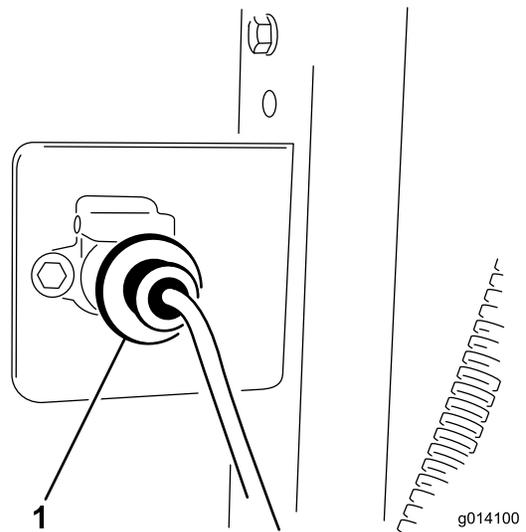

图10
3. 用两个 1/4 x 1 英寸的螺栓和螺母将线束插座固定到支架 (图10)。
5. 将基座线束连接到牵引车的线束 (图10)。接头位于连接到牵引车的液压软管间。